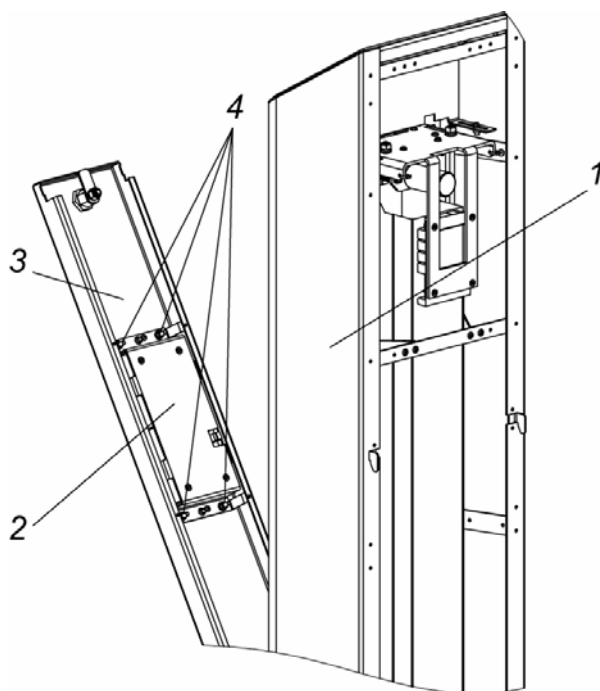

Рисунок 23. Блок постоянной индикации бокового модуля с картоприемником
- у бокового модуля с картоприемником (монетоприемником) (см. рис. 23):
- откройте ключом замок крышки контейнера (3, рис. 23) и потяните ее за ключ на себя до упора,
- снимите блок индикации (2, рис. 23), для чего открутите 4 гайки с шайбами (4, рис. 23).